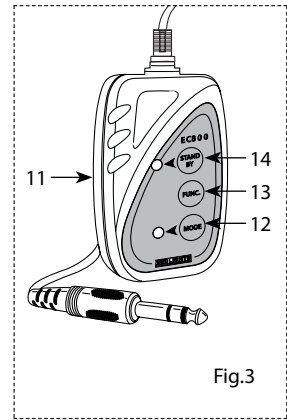

Fig.3
11. REMOTE CONTROL EC800 (opzionale) (fig.3).